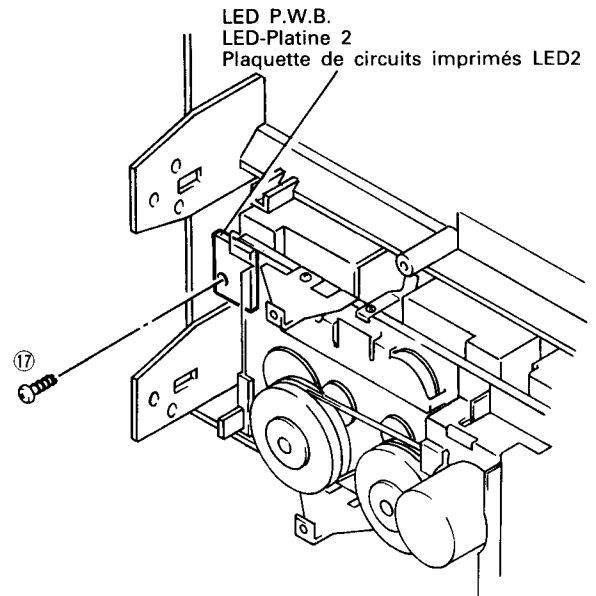

Fig. 15 Abb. 15
**16. LED-Platine 2 (Abb. 15)**
**16. Plaquette de circuits imprimés LED 2 (Fig. 15)**